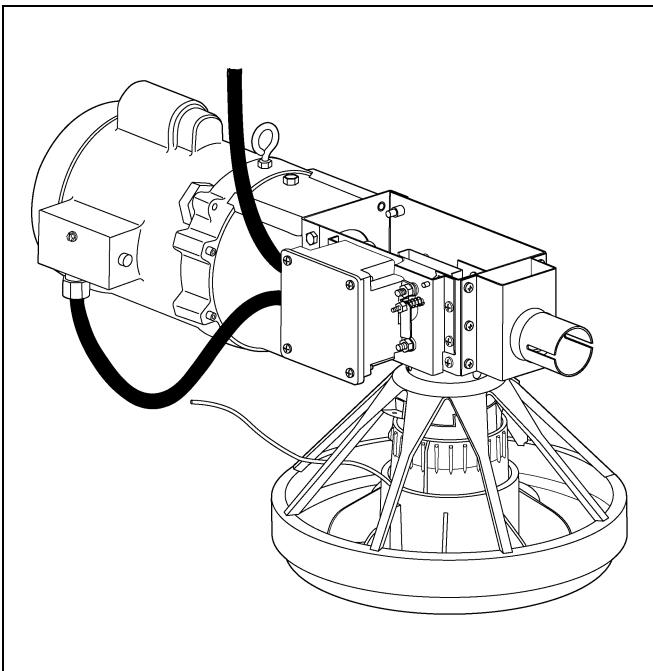

Рисунок 4Q
5. Внешний вид приводного блока и управляющего лотка в сборе должен соответствовать указанному на Рисунок 4Q.